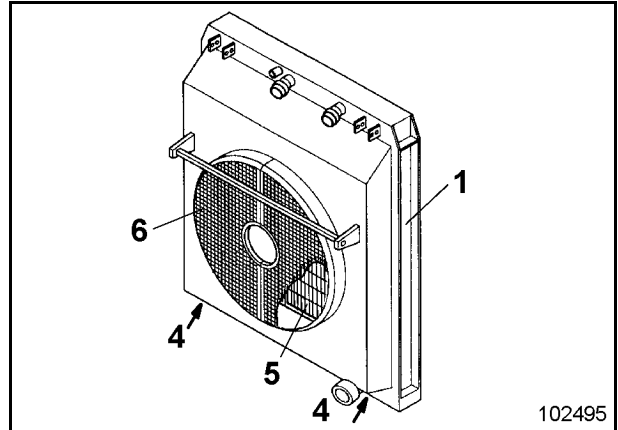

Fig. 3-128:
- ➔ Schutzgitter (6, Fig. 3-128:) abnehmen und reinigen.
- ➔ Abdeckplatten (4) unter den Kühlern abnehmen, damit Schmutz und Wasser herausfließen können.
- ➔ Abdeckplatten (4) und Schutzgitter (6) wieder anbauen.